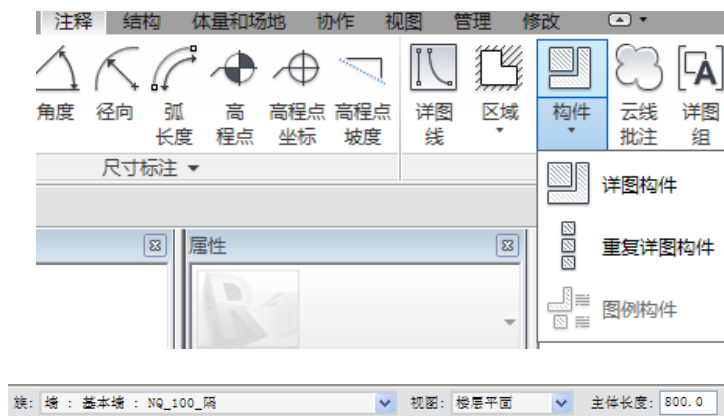

图 8-7
- 2) 选取图例构件：进入新建图例视图，点击“注释”选项卡>“构件”下方的三角符号，在下拉菜单中点击“图例构件”按钮，按图示内容进行选项栏设置，完成后在视图中放置图例（如图 8-7 所示）。